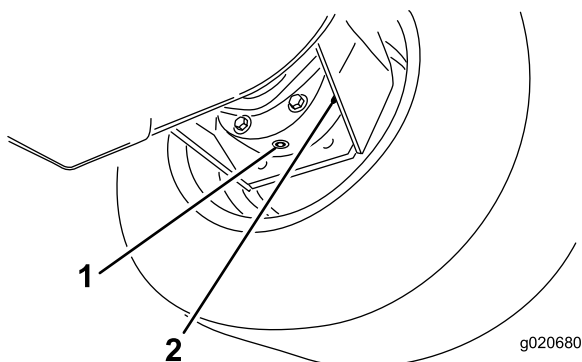

**Figura 67**
1. Con la macchina parcheggiata su una superficie piana, posizionate la ruota in modo che un tappo di controllo si trovi nella posizione inferiore (ore 6) (Figura 67).